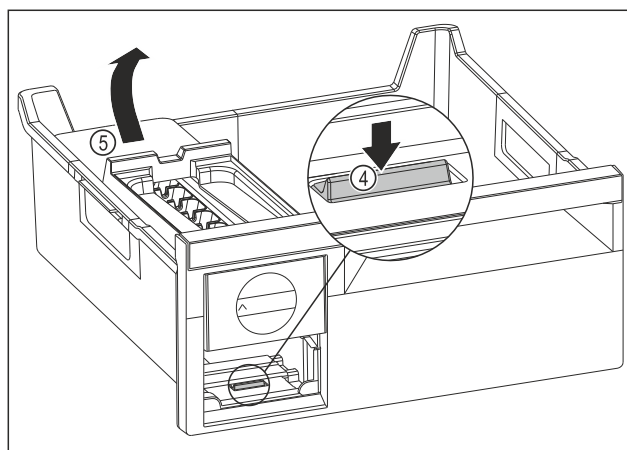

Fig. 105
- Izvadite tijelo sustava EasyTwist-Ice: Pritisnite jezičak Fig. 105 (4) prstom prema dolje i istovremeno drugom rukom podignite tijelo sustava EasyTwist-Ice Fig. 105 (5) straga.